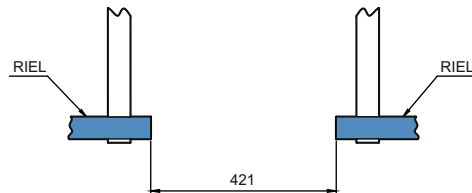

Fig. 1
1. Cortar el riel, en el lugar seleccionado para la instalación, dejando una distancia de 421mm entre los extremos cortados. (Fig. 1)